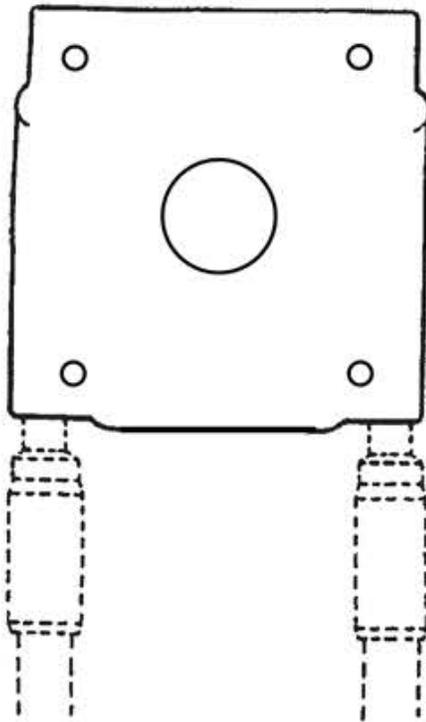

Fig. 1
- b) Lossa de 4 skruvarna (10) på reglaget och sära på reglagehalvorna.
- c) Ta backslagskabeln och lägg i kabelns ändhylsa, se fig. 1, i något av reglagets två ingångshål vilka har uttag passande ändhylsan (beror på vilken rörelse Ni vill ha, tryckande eller skjutande för iläggning av t ex fram). I det lediga ingångshålet placeras ändrörssnippel (24). På denna monteras sedan ändröret (38).
4. Ta backslagsspaken och trä på den på utgående axeln, ställ in teleskopändan i halvslaglängd. Ta sedan loss spaken och sätt tillbaka den riktad rakt upp. Dra åt insexskruven (9).
- b) Loosen the 4 screws (10) on the operator and pull the 2 operator halves apart.
- c) Insert the end fitting of the control cable, see figure 1, in either of the entrance holes in the operator, (ensure that the cable is placed in the correct hole depending on whether push or pull movement is required). The SST-Adaptor (24) is positioned in the other entrance hole. Push then the spent travel tube on to the adaptor.
4. Fit the gear handle to its shaft and adjust the telescopic end to half stroke. When this is done the position of the lever is corrected to a desired mid position. Tighten the setscrew (9).